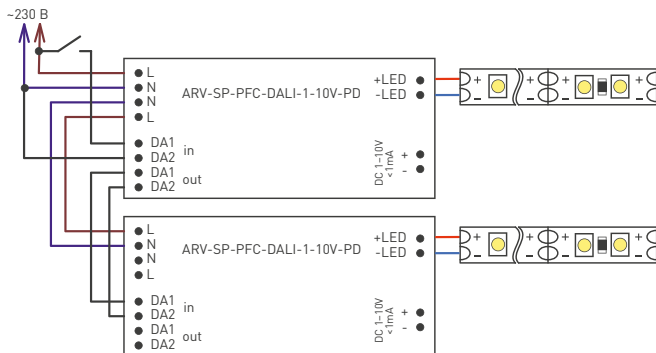

Рис. 2. Структурная схема соединения оборудования при использовании управления PUSH DIM
- 3.7. Если используется управление PUSH DIM, необходимо на клеммы DA1 и DA2 подавать напряжение сети ~230 В через кнопку (нефиксируемый клавишный выключатель) с нормально разомкнутыми контактами, включенную в разрыв фазного провода сети. Для этого подключите провод управления [DA2] к проводу N («ноль»), а провод управления [DA1] через кнопку к проводу L («фаза»). Структурная схема подключения оборудования при управлении PUSH DIM показана на рис. 2.